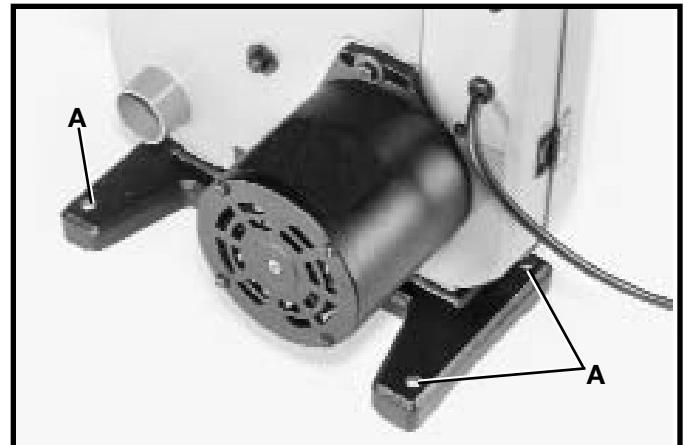

Fig. 14
AVERTISSEMENT L'appareil doit être fixé à la surface de soutien. Les quatre trous sont fournis dans la base de la scie à lame ruban à cette fin dont trois sont illustrés en (A) fig. 14.